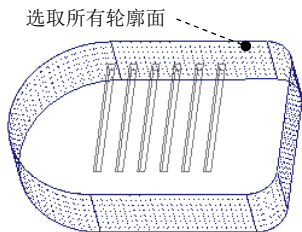

图 3.2.15 所选取的轮廓面
Step3. 在“轮廓铣削”操控板中单击 **参考** 按钮，在弹出的“参考”设置界面中的 **类型** 下拉列表中选择 **曲面** 选项，选取图 3.2.15 所示的所有轮廓面（参考模型的侧面）。